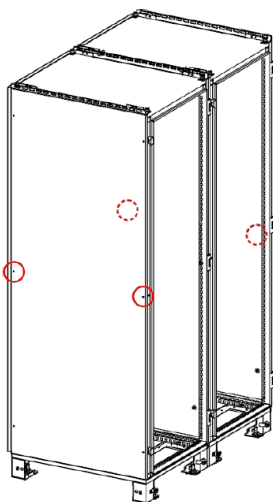

Figura 3-15 Diagrama esquemático de las posiciones de bloqueo de los tornillos para los paneles laterales
Paso 3: Una vez combinados los armarios en fila, bloquee y asegure los orificios de montaje en el centro de los paneles laterales izquierdo y derecho con los herrajes para esquinas y tornillos para paneles laterales suministrados. La figura 3-15 muestra la posición de bloqueo.